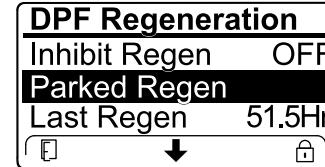

Figura 62
- Se il computer del motore richiede una rigenerazione di recupero, oppure sta eseguendo una rigenerazione di recupero, e voi scorrete il menu verso il basso fino all'opzione PARKED REGEN, la rigenerazione parcheggiata viene bloccata e l'icona di blocco (Figura 62) compare nell'angolo in basso a destra dell'InfoCenter.